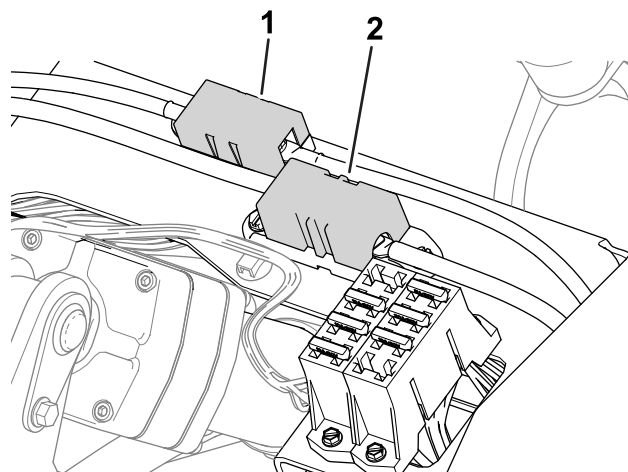

図 56
- ジェネレータのヒューズ100 Aと右ホイールモータのヒューズ60 Aは座席下にあります 図 56。